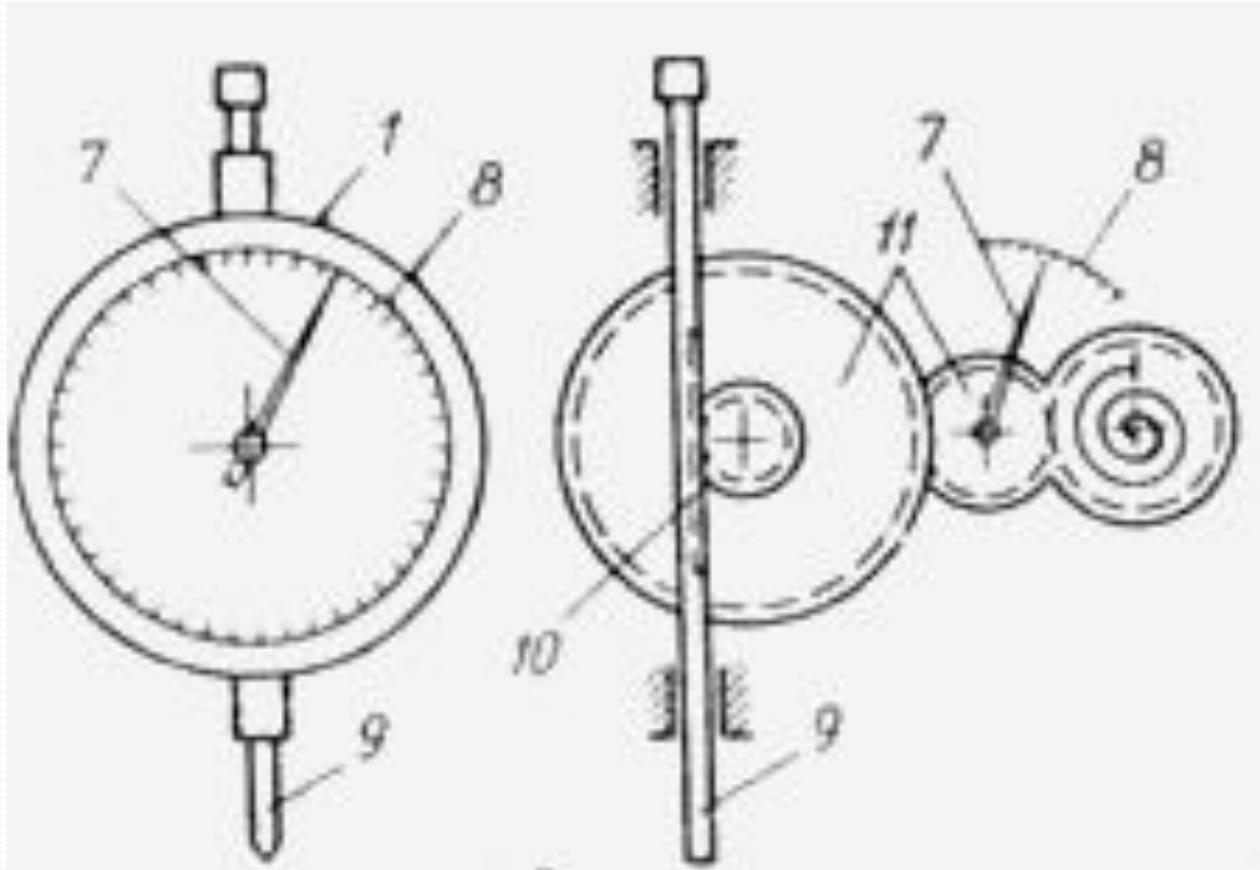

Рис. 4. Индикатор часового типа
- Индикатор часового типа (рис. 4) состоит из цилиндрического корпуса, внутри которого размещена вся кинематическая система прибора. На лицевой стороне прибора под стеклом располагается кольцевая шкала и большая стрелка для регистрации отчета с ценой деления либо 0.01 мм, либо 0,001мм. Для отсчета целых оборотов большой стрелки индикатора предусматривается вторая малая шкала со стрелкой.